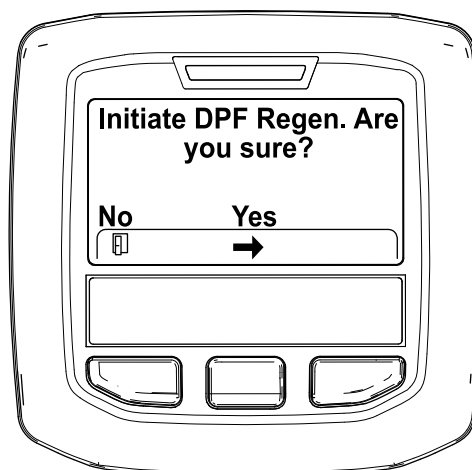

Figure 35
4. Quand le message « Initiate DPF Regen. Are you sure? » (lancer régénération FAP. Êtes-vous sûr(e)?) s'affiche, appuyez sur le bouton central (Figure 35).